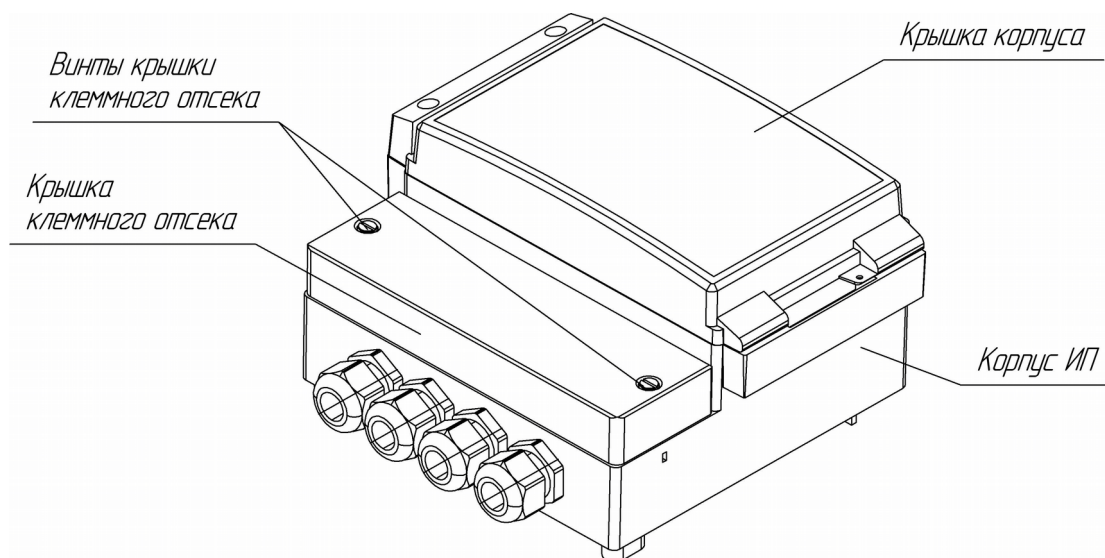

Рисунок 3.1
- открутить винты крышки клеммного отсека (Рисунок 3.1);